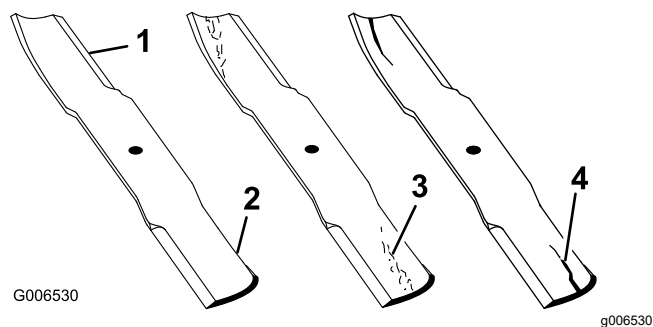

Figura 73
1. Inspectai marginile de tăiere (Figura 73).
4. Dacă observai orice crăpături, urme de uzură sau formarea unei fante în această zonă, instalați imediat o lamă nouă (Figura 73).